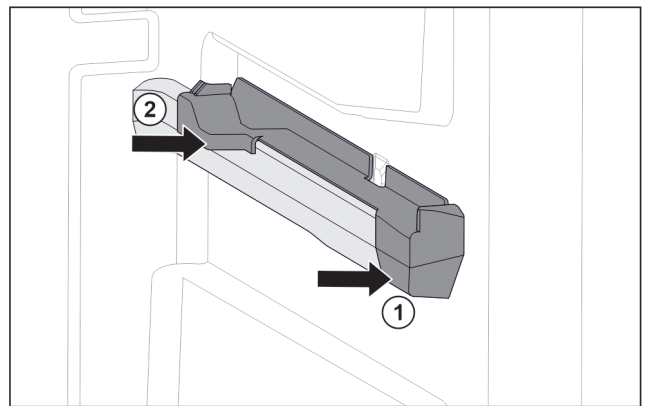

Fig. 48 Élément emboîtable sur la nervure de récipient droite
- ▶ Poser le devant de l'élément emboîtable contre la nervure de récipient. Fig. 48 (1)
- ▶ Enfoncez l'arrière de l'élément emboîtable. Fig. 48 (2)